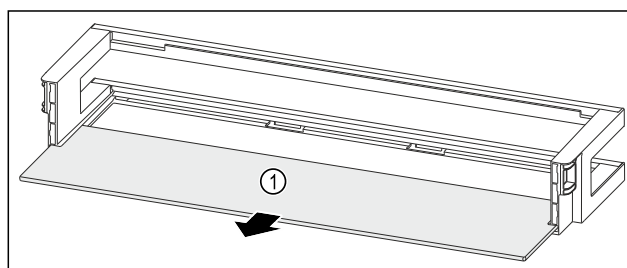

Fig. 128 Türabsteller mit Abstellfläche
- ▶ Abstellfläche Fig. 128 (1) entnehmen.